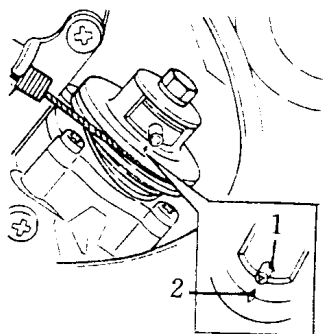
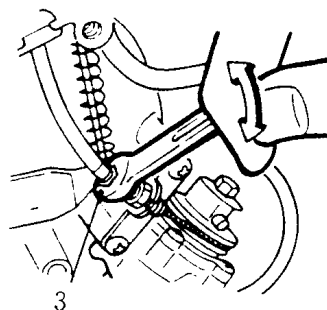

图 1-1-6 检查机油泵标记
图 1-1-7 调整钢索
(2) **化油器和油泵的配合调整**: 调整对准标记时, 一般是根据使用说明书上所规定的节气门开度来进行调整。DX100 车型的具体调整方法是: 拆下化油器外壳, 转动油门转把, 当节气门处在 1/2 开度时, 检查机油泵上的标记 1、2 是否对准, 见图 1-1-6。如果没有对准, 则应调整钢索调整螺母 3, 按图 1-1-7 所示操作, 直至机油泵上的记号 1、2 对准为止。这样才能保证机油泵与化油器动作的连动。